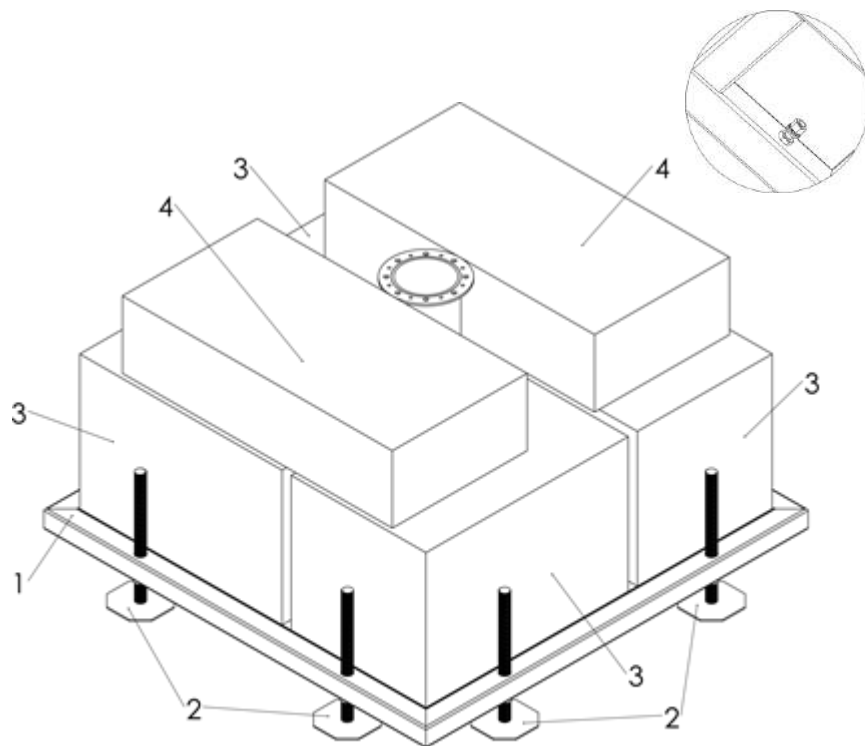

Рисунок 2.
- Основание установить на аутригеры. Предварительно согнуть регулировочную гайку до упора. Присоединить заземляющий трос к болту заземления (рис. 2);